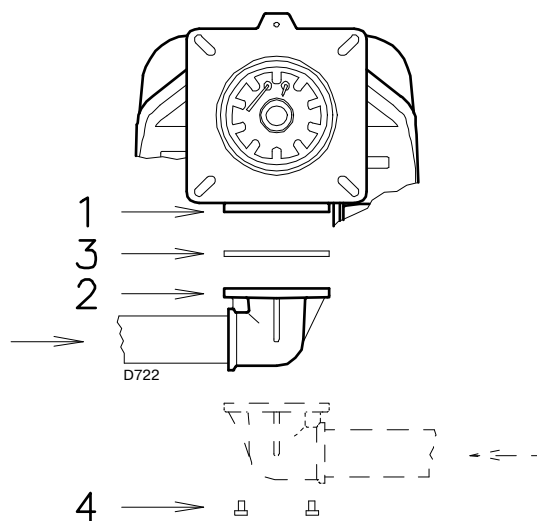

Рис. 19
- Рампа может быть установлена как слева, так и справа, в зависимости от удобства монтажа, см. Рис. 19.
- Газовая рампа подсоединяется к газовому контакту 1) (Рис. 19) посредством фланца 2), прокладки 3) и винтов 4), входящих в поставку горелки.